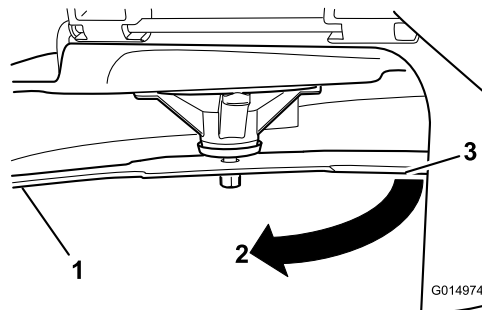

Figura 101
3. Distancia medida entre la cuchilla y la superficie (A)
4. Gire la misma cuchilla 180 grados de manera que el otro extremo esté en la misma posición (Figura 101).